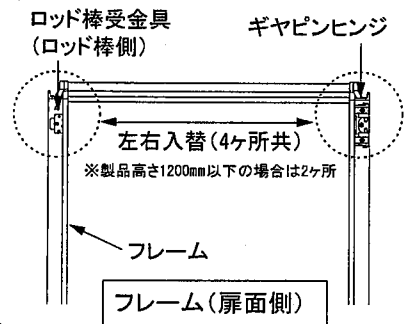

図15
- (1) 扉を外す。(上記「扉の取外方法」参照)
- (2) フレーム(扉面側)に取付いているギヤピンヒンジとロッド棒受金具(ロッド棒側)を左右4(2※)カ所入れ替える。(図15) ※製品高さ1200以下の場合2カ所となります。